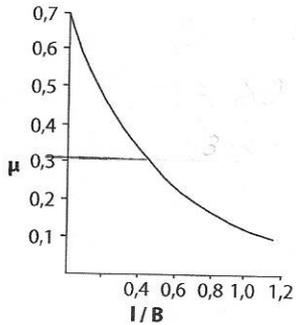

Bild 1
- μ : Reibungsbeiwert (siehe Kennlinie auf Bild 1)